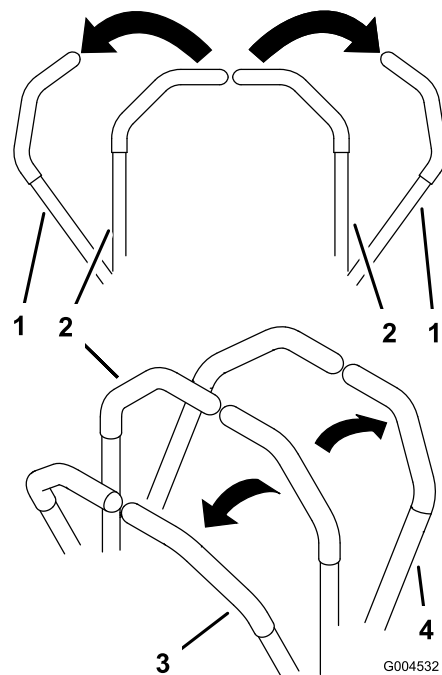

Figure 15
2. Pour vous déplacer en marche avant, poussez doucement les leviers de commande de déplacement vers l'avant (Figure 15).
Pour vous déplacer en ligne droite, appliquez une pression égale sur les deux leviers de déplacement (Figure 15).
Pour tourner, relâchez le levier de commande correspondant à la direction que vous voulez prendre (Figure 15).
2. Pour vous déplacer en marche arrière, tirez doucement les leviers en arrière (Figure 15).